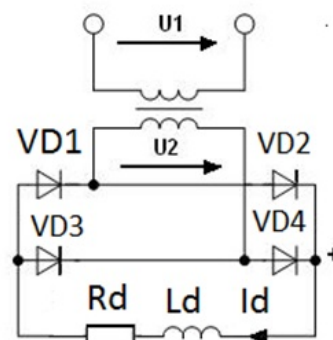

Рис. 10
- Нарисовать схему однофазного мостового выпрямителя, содержащую понижающий трансформатор, четыре диода и активно-индуктивную нагрузку рис.10).